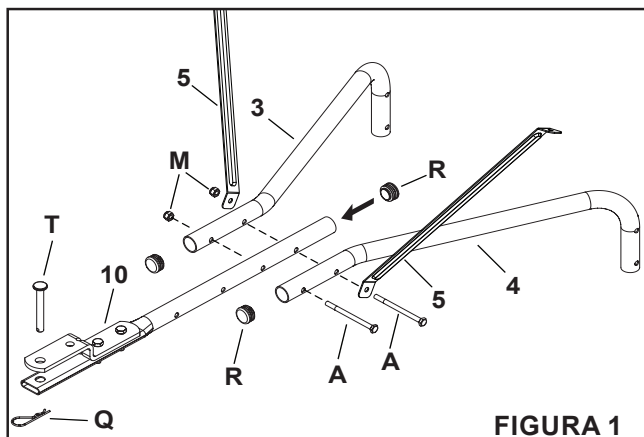

FIGURA 1
Paso 1: (Véase la Figura 1)
1. Inserte un tapón (R) en el extremo del tubo del enganche (10) y en los tubos de soporte del enganche (3 y 4) utilizando un mazo de goma.
2. Instale el pasador de enganche (T) en el soporte de enganche y el tubo de enganche (10), y asegúrelo con el pasador tipo horquilla (Q).
3. Sujete los tubos de soporte del enganche (3) y (4) al tubo central (10) empleando un perno hexagonal (A) de 1/4" x 3-1/2" y una tuerca de seguridad nylock (M) de 1/4".
4. Fije los soportes del depósito (5) al tubo del enganche utilizando un perno hexagonal de 1/4" x 3-1/2" (A) y una tuerca Nylock de 1/4" (M). No apriete completamente. Los soportes del depósito pueden colocarse hacia abajo en dirección al enganche, ya que no se instalan completamente hasta el Paso 12.